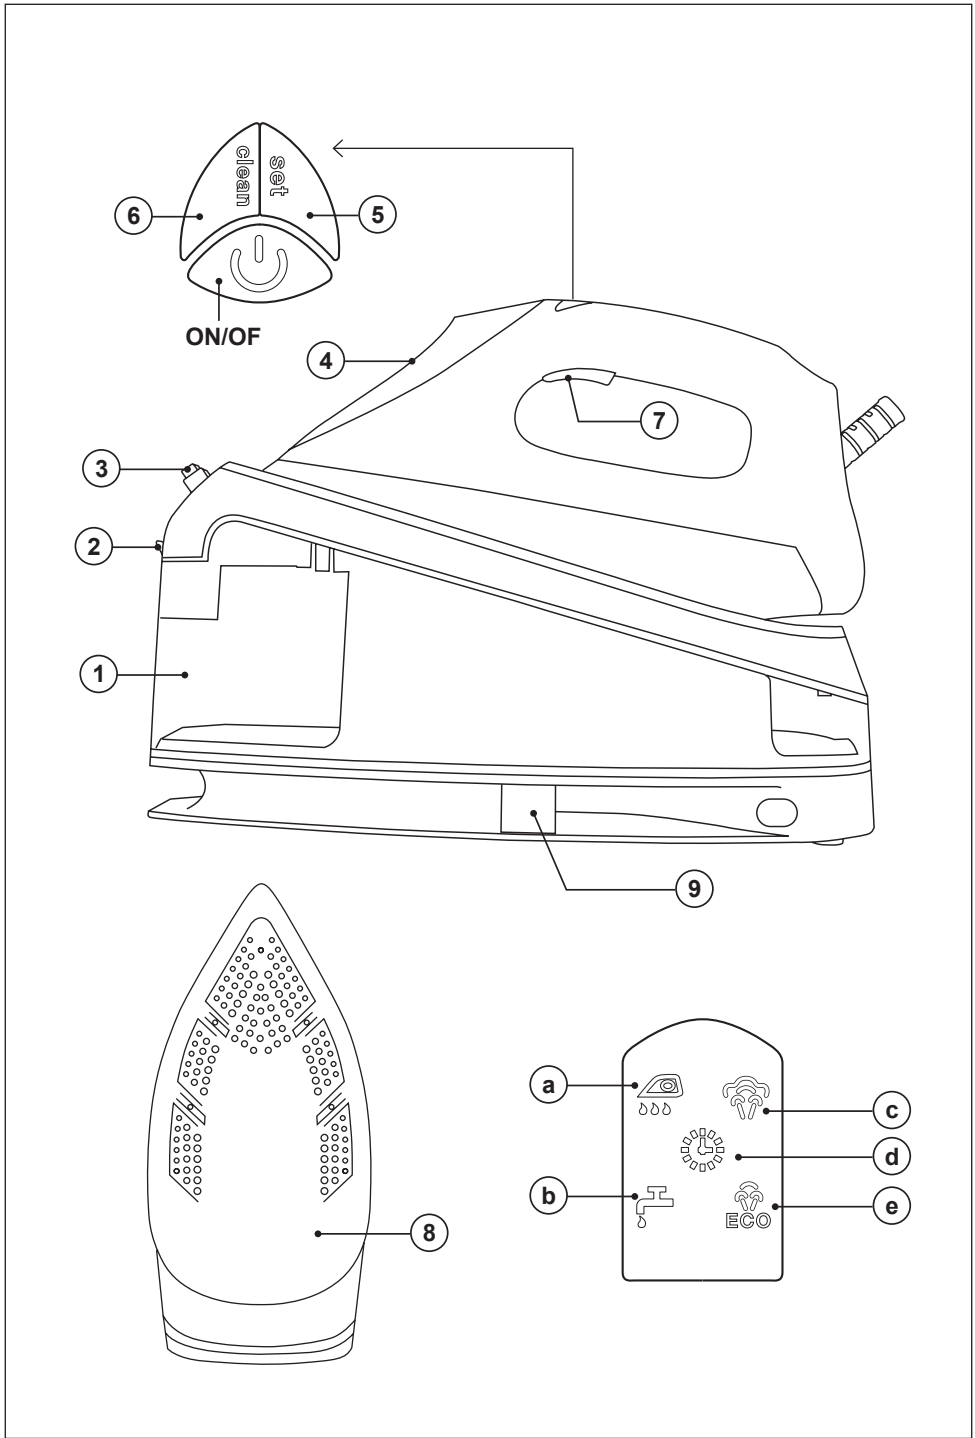

Fig 1
- Llene el depósito de agua hasta el nivel MÁX. y cierre la tapa. Fig.1